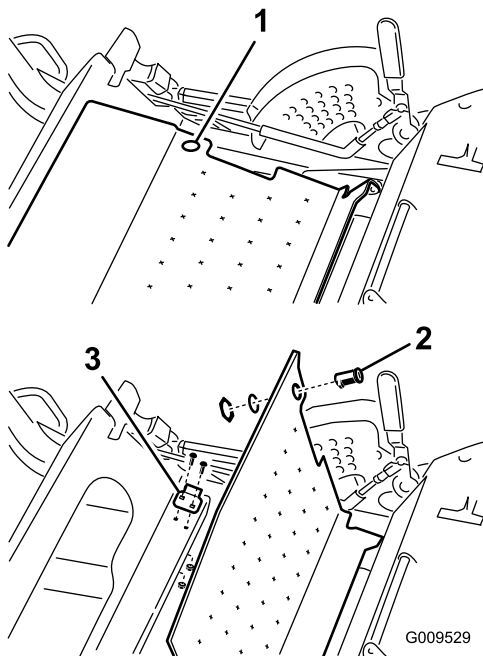

Bild 6
1. Heben Sie die Bodenplatte an (Bild 6).
2. Befestigen Sie den Bodenplattenriegel mit zwei Schlossschrauben ($\frac{1}{4}$ " x $\frac{3}{4}$ ") und zwei Sicherungsmuttern ($\frac{1}{4}$ ") am Rahmen (Bild 6).